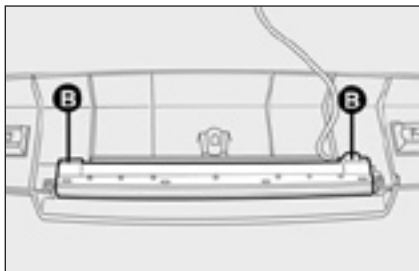

рис. 27
- нажмите на зажимы **В**-рис. 27 и снимите держатель лампы;
- установите держатель лампы таким образом, чтобы зажимы вернулись в исходное положение **В**-рис. 27.